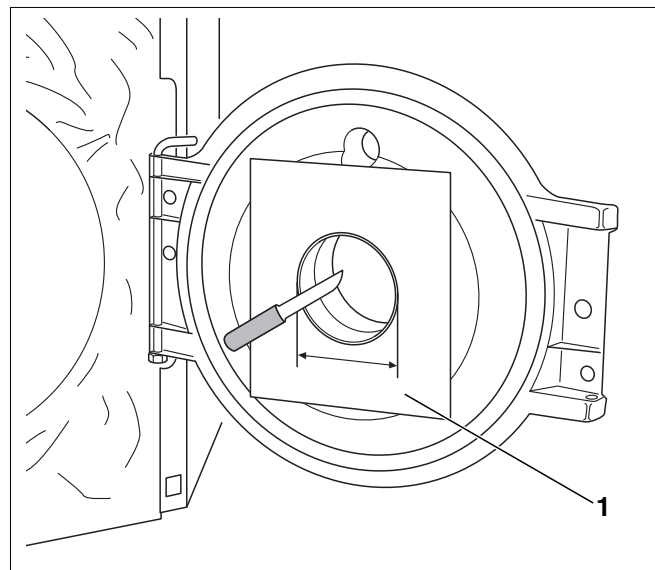

Fig. 16 Retirar la insonorización de la puerta
Utilizar la plantilla (fig. 16, **pos. 1**) adjunta en el volumen de entrega.